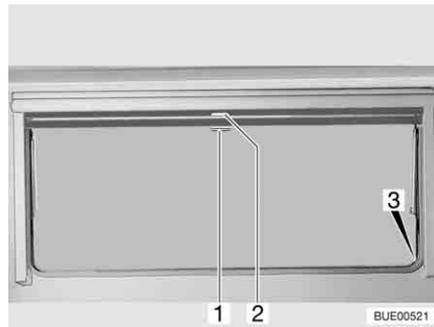

Bild 66 Ausstellfenster
- Verdunklungsrollo am Griff (Bild 66,2) nach unten ziehen. Wenn das Verdunklungsrollo ganz geschlossen wird, das Verdunklungsrollo auf beiden Seiten am Fensterrahmen in die Arretierung (Bild 66,3) einhängen.
- Wenn das Verdunklungsrollo vollständig geschlossen ist: Den Griff (Bild 66,2) nach unten drücken und den Griff dabei leicht nach innen ziehen. Das Verdunklungsrollo aus den Arretierungen links und rechts am Fensterrahmen aushängen.
- Wenn sich das Verdunklungsrollo in Zwischenposition befindet: Den Griff (Bild 66,2) leicht nach unten ziehen, bis sich die Arretierung gelöst hat.
- Insektenschutzrollo am Griff (Bild 66,1) nach unten ziehen und auf beiden Seiten am Fensterrahmen in die Arretierung (Bild 66,3) einhängen.
- Griff (Bild 66,1) nach unten drücken und den Griff dabei leicht nach innen ziehen. Das Insektenschutzrollo aus den Arretierungen links und rechts am Fensterrahmen aushängen.